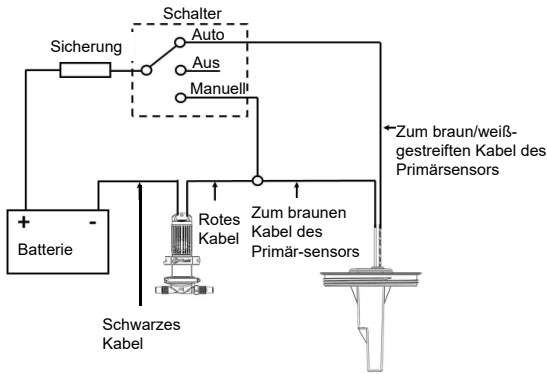
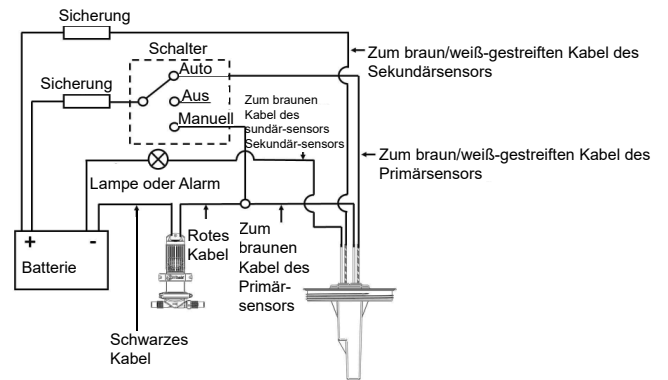
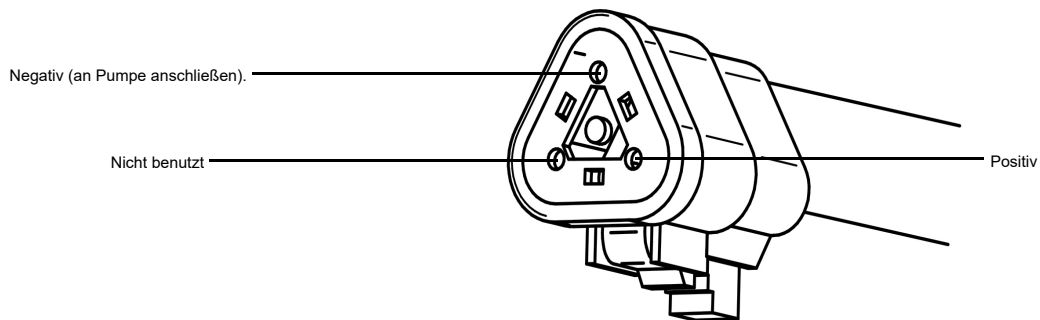

Abbildung 1A Anschlusschema - für Modelle mit einem Sensor
Abbildung 1B Anschlusschema - für Modelle mit zwei Sensoren
Abbildung 1C AK1006 / AK1007
- **WARNUNG:** Die Installation **muss** von einem qualifizierten Elektriker ausgeführt werden. Bei unsachgemäßer Verkabelung kann ein Feuer mit Verletzungs- oder Todesfolge entstehen. Die Verkabelungsvorschläge (Abbildung 1A und Abbildung 1B) dienen lediglich als Leitfaden, und die Verkabelung **muss** den anwendbaren elektrischen Normen entsprechen. Es **müssen** ausreichend dimensionierte Sicherungen oder Trennschalter installiert werden.
Verkabelung: Siehe Abbildung 1A oder Abbildung 1B. Für AK1006 und AK1007 siehe auch Abbildung 1C.